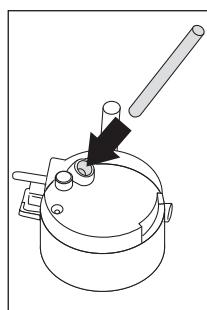

Abb. 31
- Vergewissern Sie sich, dass der Ansaugschlauch richtig in die Gummischeibe eingesetzt ist (Abb. 31). Schließen Sie dann den Deckel des Milchbehälters.